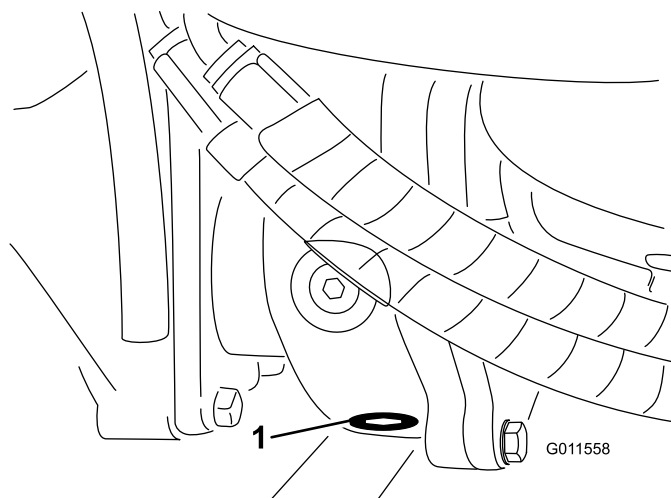

Figura 63
5. Limpie la zona alrededor del tapón de vaciado en la parte inferior de la caja de engranajes (Figura 63).